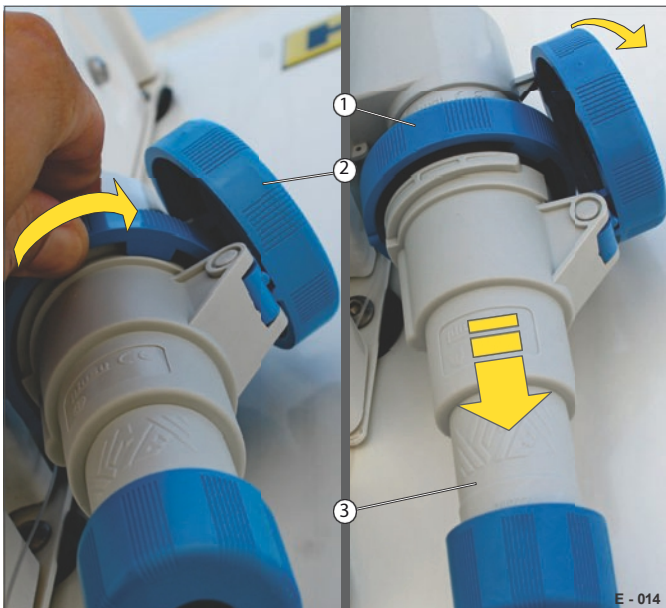

Fig. 14 Løsne adapterpluggen
- Skru av skruelokket (fig. 14/1).
- Brett ned dekselet (fig. 14/2) og hold det åpent.
- Trekk adapterpluggen (fig. 14/3) forsiktig ut av strømtilkoblingen.